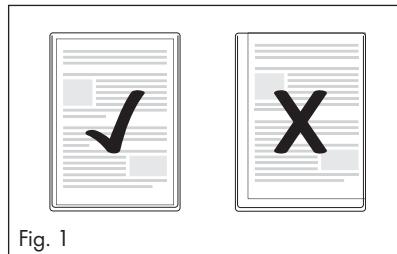

Fig. 1
- Il raggiungimento della temperatura d'esercizio è indicato dall'accensione della spia d'indicazione verde **ready** ⑥. Per un risultato di laminazione uniforme, soprattutto in caso di pellicole sottili (meno di 125 micron) e in caso d'impostazione di uno spessore di pellicola diverso, consigliamo di iniziare il processo di laminazione dopo un periodo di attesa aggiuntivo di circa 2 - 3 minuti.
- Può capitare che di tanto in tanto la spia d'indicazione verde **ready** ⑥ si spegna e si riaccenda. Ciò significa che l'apparecchio mantiene la temperatura e continua a riscaldare. Non si tratta di un difetto dell'apparecchio!
- Tenere presente che tutti i margini del documento devono avere almeno due millimetri di distanza dal margine della tasca di pellicola, come indicato in Fig. 1.
- 2) Per accendere l'apparecchio premere l'interruttore ON/OFF I/O ⑩. La spia d'indicazione rossa **POWER** ⑦ si accende.
- 3) Impostare il selettore ② su **COLD**. La spia d'indicazione verde **ready** ⑥ si illumina.
- Tenere presente che tutti i margini del documento devono avere almeno due millimetri di distanza dal margine della tasca di pellicola, come mostrato in Fig. 1.